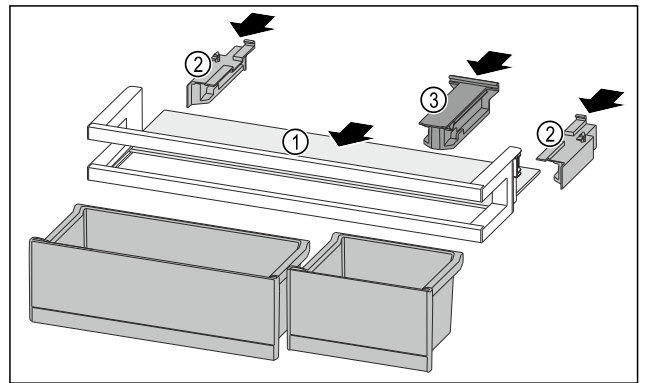

Fig. 124
- ▶ Insérer la tablette de rangement Fig. 124 (1) dans les évidements latéraux.
- ▶ Installer les parties latérales Fig. 124 (2).
- ▶ Installer la pièce de retenue Fig. 124 (3).